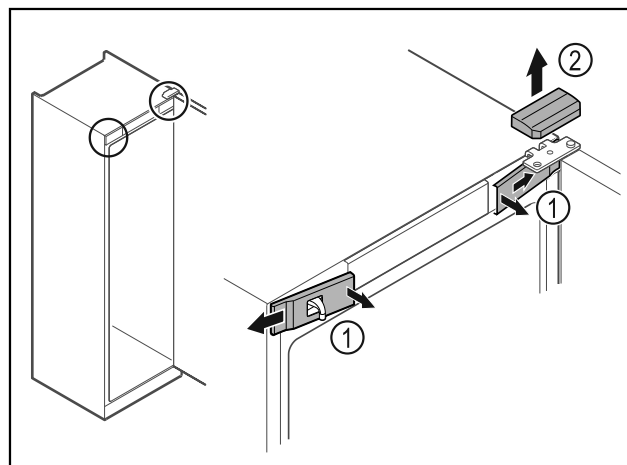

Fig. 13
- ▶ Wyczepić przednie osłonki Fig. 13 (1) i odchylić w bok.
- ▶ Górną osłonkę Fig. 13 (2) zdjąć w górę.